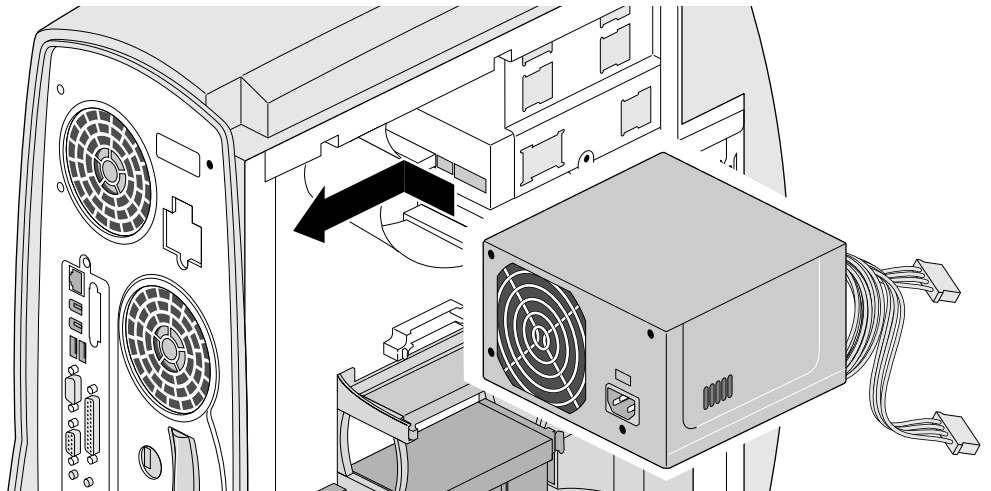

Figura 7-4 Installazione dell'alimentatore
3. Collocare l'alimentatore nell'angolo in alto a sinistra del sistema, come illustrato nella Figura 7-4.